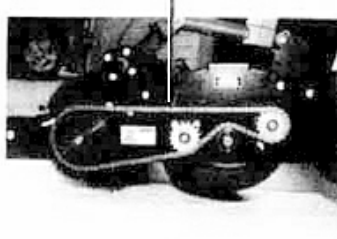
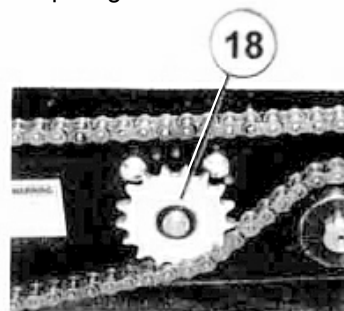

Abbildung 2c.
Abbildung 2d.
7. Entfernen Sie den Kettenschutz (#10) und kontrollieren Sie die Kettenspannung. Die Kette sollte am Punkt 'A' (Abb. 2c.) ein Spiel von 12,7mm bis 25,4mm haben. Hat die Kette zuviel Spiel lösen Sie das Kettenspannzahnrads (#18) (siehe Abb. 2d.) und stellen Sie durch hoch- oder runterdrücken das Kettenspiel ein und ziehen es wieder fest. Montieren Sie danach den Kettenschutz (#10) wieder an die vorgesehene Stelle.
4. Es wird empfohlen, in regelmäßigen Abständen die Schutzabdeckungen der Kette (# 10) zu entfernen und auf Schmutzablagerungen zu überprüfen. Bei Bedarf reinigen. Überprüfen Sie gleichzeitig, wie stark die Kette (#45) durchhängt und stellen Sie die Kette bei Bedarf nach (Abbildung 2c). Wir empfehlen, die Kette nicht zu fetten, sondern nur eine dünne Schicht eines trockenen Silikonschmiermittels aufzusprühen. Dies minimiert die Schmutzablagerung auf den Komponenten des Kettentriebs.